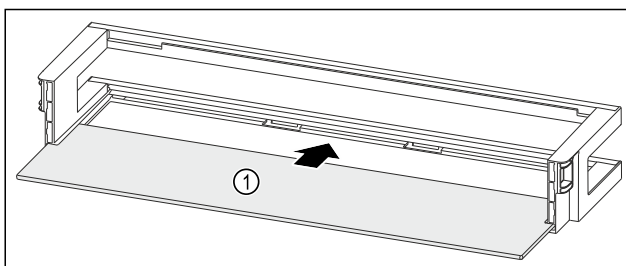

Fig. 129 Türabsteller mit Abstellfläche
- Abstellfläche Fig. 129 (1) in die seitlichen Einsparungen einschieben.